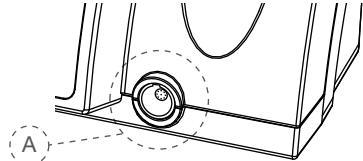

Fig. 2 Presa vista anteriore
5. Collegare la spina del cavo del micromotore alla presa di collegamento (Fig. 2, A) sul pannello anteriore dell'unità centrale.
La presa di collegamento (Fig. 2, A) B è del tipo "premi e tira". Allineare il punto rosso sulla spina maschio in posizione verticale e inserirla in modo che entri nella guida della presa femmina. Non torcere la spina. Per scollegarla, estrarla utilizzando l'estremità in metallo del cavo. Non effettuare movimenti di rotazione.